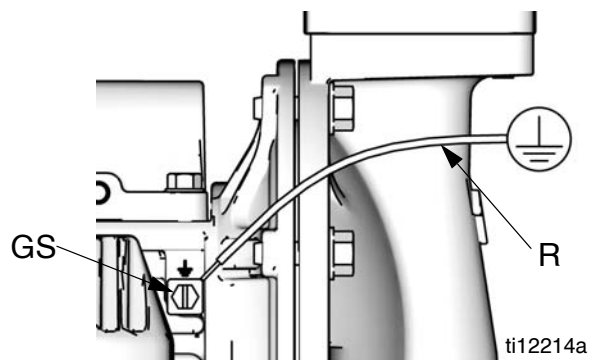

Рис. 1. Винт заземления и провод
Насос: см. Рис. 1. Ослабьте затяжку заземляющего винта (GS). Надежно затяните болтом заземления один конец провода заземления (R), сечением не менее 3,3 кв.мм. Подсоедините конец хомута провода